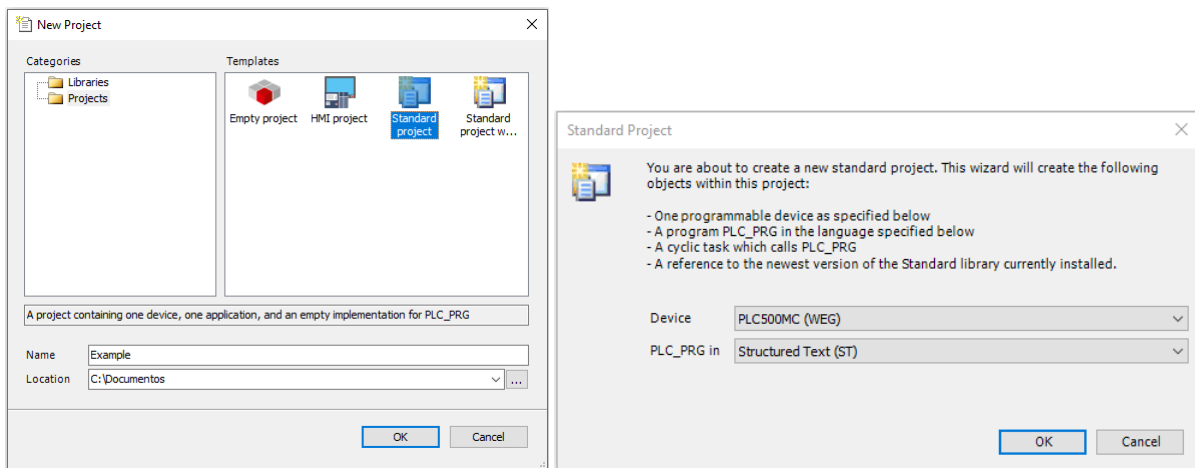

Figura 2.2: Configuração do projeto no Codesys.
- Após a instalação abra o Codesys e crie um novo projeto em **File > New Project**. Selecione **Standard Project**, defina um diretório e o nome da aplicação. Selecione o Device **PLC500MC** e a linguagem de programação desejada, conforme a Figura 2.2.